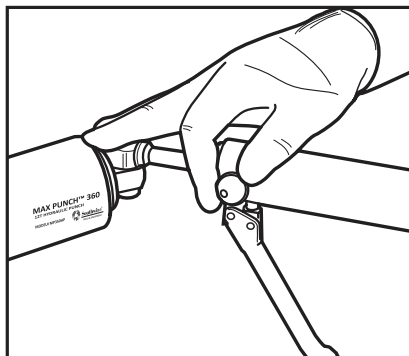

Fig. 6
8. Cierra la válvula de presión girándola hacia la derecha hasta la posición "ON". (Fig. 6).